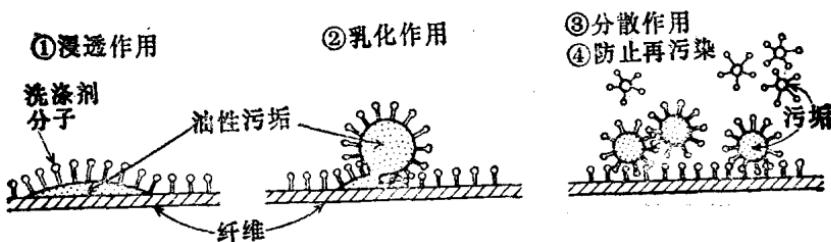

图 1.2 界面活性剂的作用
**分散作用和防止再污染作用** 洗涤剂分子围住污垢后，使污垢离开纤维，而其活性分子继续附着在纤维表面上，防止污垢再附着。另外，洗涤剂分子表面的活性作用，能使在水中漂浮的污垢进一步分散和分解得更细小（见图 1.2）。